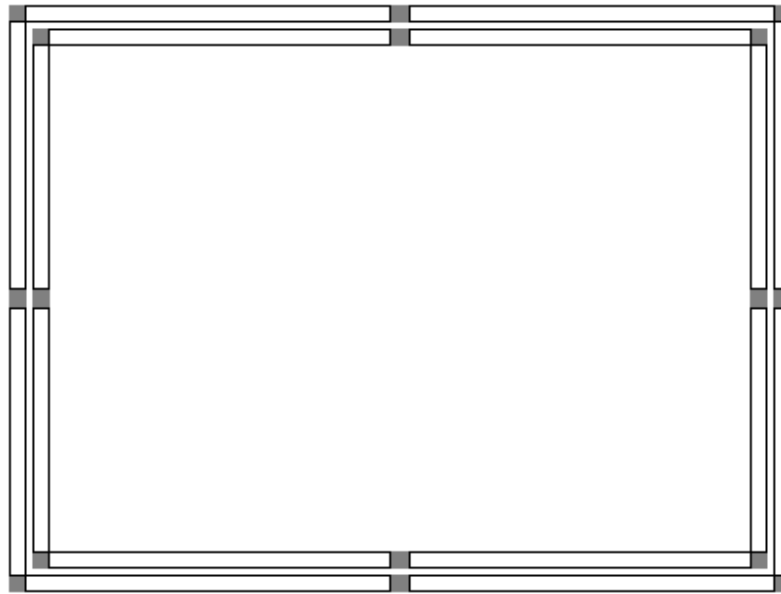

Fig. 3. Emplacements des poteaux de jointure.
- les futurs poteaux de jointure (voir figure 3)